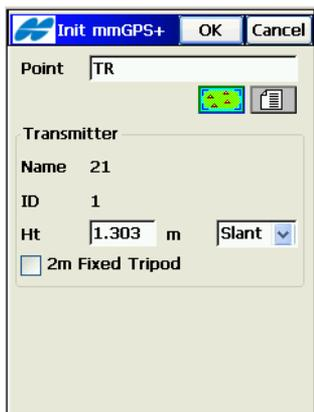

Abbildung 8-16. Eingeben der Laserposition
7. Geben Sie im Fenster *Init mmGPS+* folgende Daten ein und tippen Sie auf **OK** (Abbildung 8-16 auf Seite 8-16):